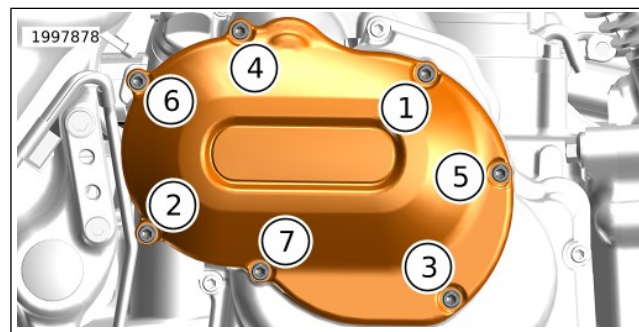

Abbildung 122. Anzugsreihenfolge der Rückwärtsgang-Seitenabdeckung
- c. Siehe Abbildung 122. Die Schrauben in der abgebildeten Reihenfolge anziehen.